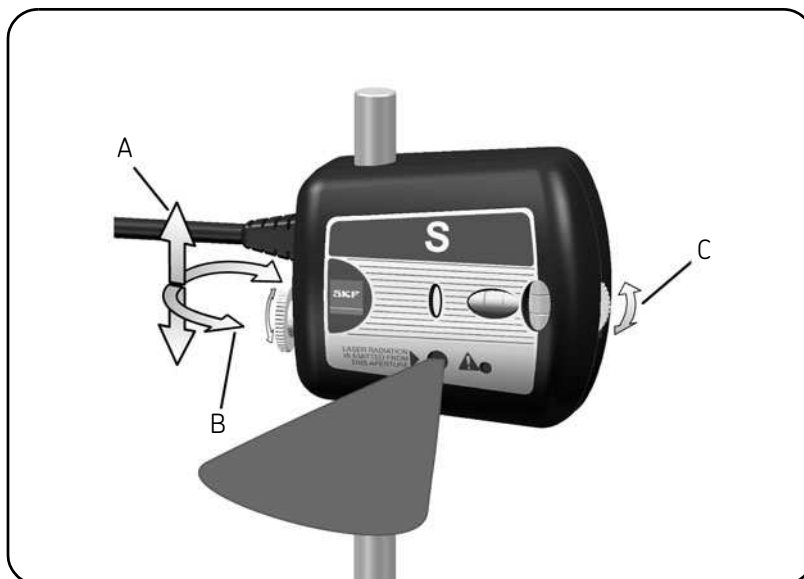

Fig. 12. Mécanisme de réglage
- c) Pour effectuer un réglage grossier, débloque l'appareil de mesure en déverrouillant le bouton situé sur le côté de l'appareil (fig. 12). Cela permet à l'appareil de mesure de glisser le long de la tige vers le haut et vers le bas tout en pivotant librement. Pour le réglage fin de la hauteur, utiliser les molettes de réglage situées sur les appareils de mesure.